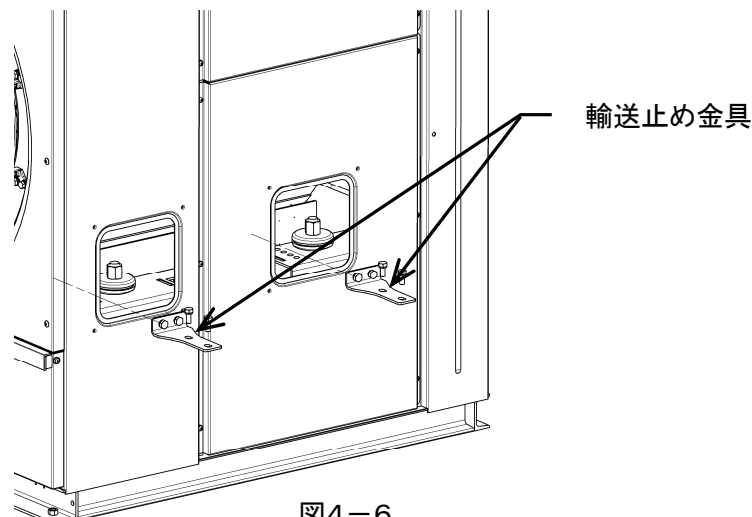

図4-6
2) 左右計4ヶ所の輸送止め金具を全て外します。(図4-6)